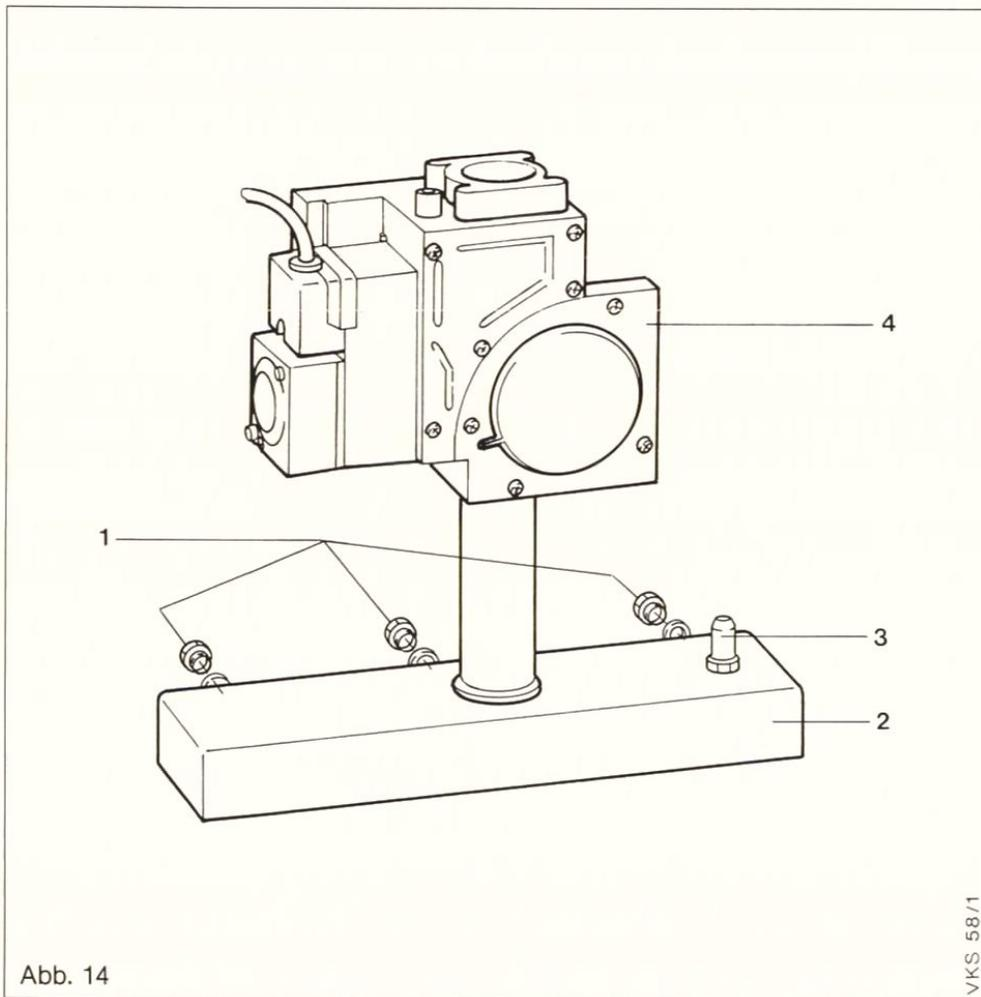

Abb. 14
Legende zu Abb. 14
- b) Brennerdüsen (1), Abb. 14, Seite 24, austauschen. Dichtungsringe verwenden.
- Am vorhandenen Druckregler (3) die Schrauben (1) lösen und herausdrehen. Den Druckregler (3) entfernen und den dem Umbausatz beiliegenden Druckregler (2) aufsetzen und mit den Schrauben (1) befestigen.